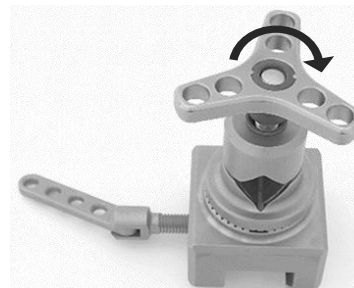

Abb. 4
Den Sterngriff (1), wie in Abbildung 4 zu sehen, auf das Gewinde des Sockels (4) setzen und im Uhrzeigersinn festdrehen.